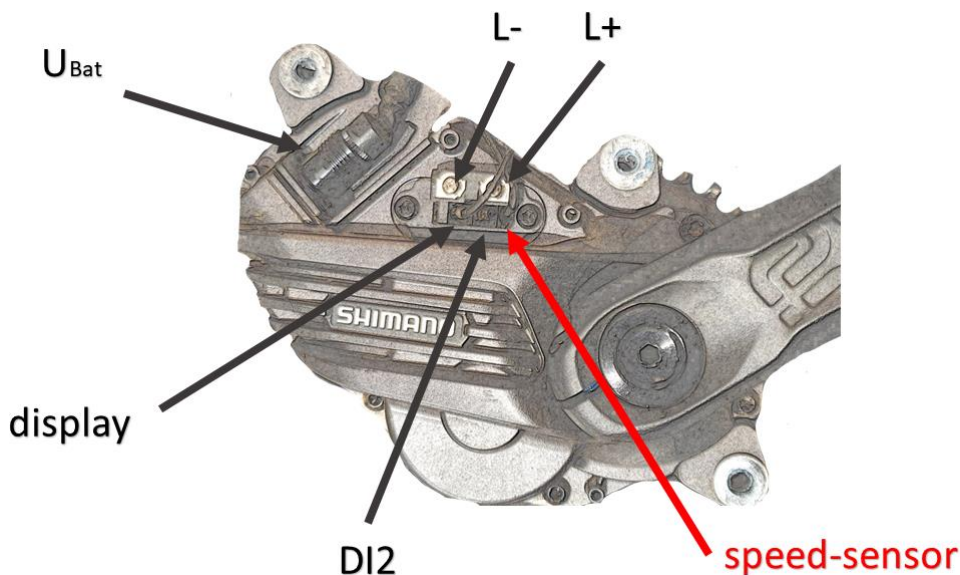

Abb. 2 Steckerende des Geschwindigkeit-Sensors
Das Kabelende (3) kommt in die Buchse im Motorraum. (siehe Abb. 2)